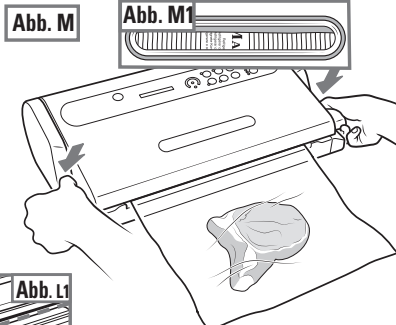

Abb. M1
b) Den Beutel mit dem Inhalt vor das Gerät legen, das offene Beutelende in die Vakuumkammer (8) legen (Abb. L und L1).
c) Das Gerät schließen und die **Griffe** (1) auf **START** (Abb. M) stellen; durch das **Leuchtschauglas** (3) kontrollieren, dass sich das offene Ende des Beutels in der **Vakuumkammer** (8) befindet (Abb. M1).
- b) Den Beutel mit dem Inhalt vor das Gerät legen, das offene Beutelende in die **Vakuumkammer** (8) legen (Abb. L und L1).
- c) Das Gerät schließen und die **Griffe** (1) auf **START** (Abb. M) stellen; durch das **Leucht-Schauglas** (3) kontrollieren, dass sich das offene Ende des Beutels in der Vakuumkammer (8) befindet (Abb. M1).